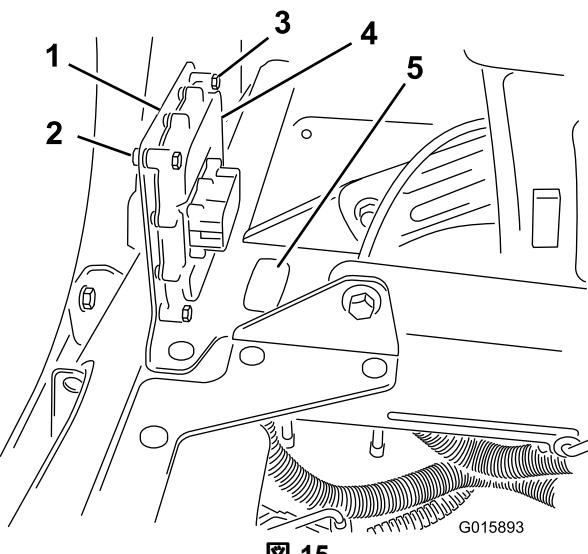

図 15
1. 5800 の場合は打ち抜き用プラグを打ち抜いて外す図 15。
6. 機体の座席フレームに二つの座席の間の後部、すでに金具がついているブラケットを取り付ける図 15。